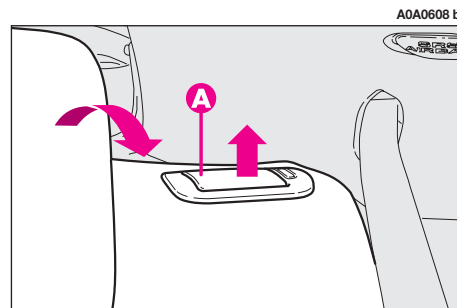
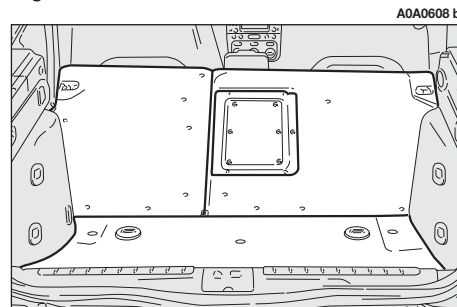

fig. 22
fig. 23
– soulever le levier (**A-fig. 22**) de retenue des dossiers et les rabattre vers l'avant, de façon à obtenir un plan de chargement unique (**fig. 23**).